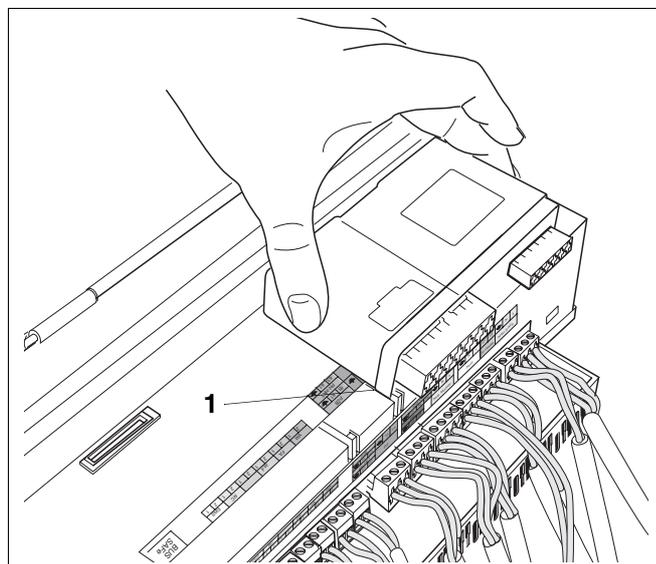

Fig. 36 Inserire i moduli funzione
- Inserire i ganci posteriori esterni del modulo funzione nelle linguette dell'apparecchio di regolazione (fig. 36, **pos. 1**).
- Premere la parte anteriore del modulo verso il basso (fig. 36).